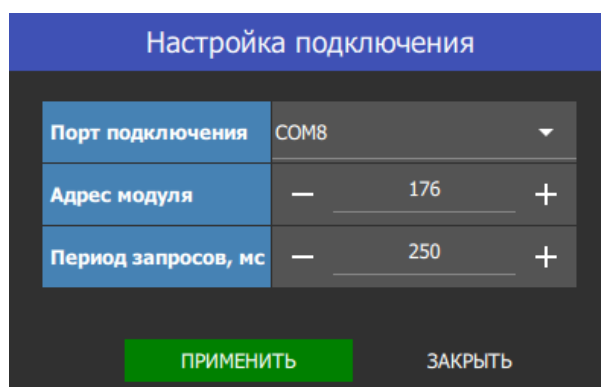

Рисунок 5.4 – Окно «Настройка подключения»
- 3) В открывшемся окне «Настройка подключения» (см. рисунок 5.4) укажите параметры подключения: